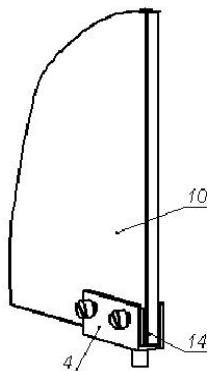

Рис. 2
4.6. После этого установить стеклянную дверь (см. рис.2), закрепив её на петлях (4), с помощью винтов М4х4 и прокладок металлических (14) (40x15) мм, входящих в комплект поставки. При установке дверей необходимо обеспечить равномерный зазор между стеклом и стенками корпуса.